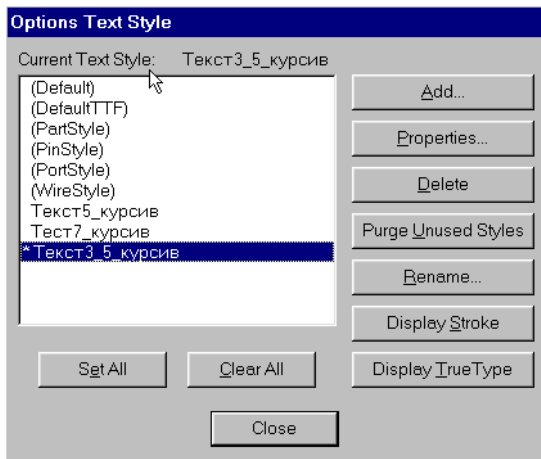

Рис. 4-13. Установка текущего стиля текста
2) Отметьте щелчком левой кнопки мыши стиль *Текст3\_5\_курсив* в списке стилей на панели **Options Text Style** (рис. 4-13).
Текущий стиль текста в списке стилей отмечается символом «\*» (звездочка) и его название указывается в строке *Current Text Style* в верхней части панели **Options Text Style** (см. рис. 4-13).